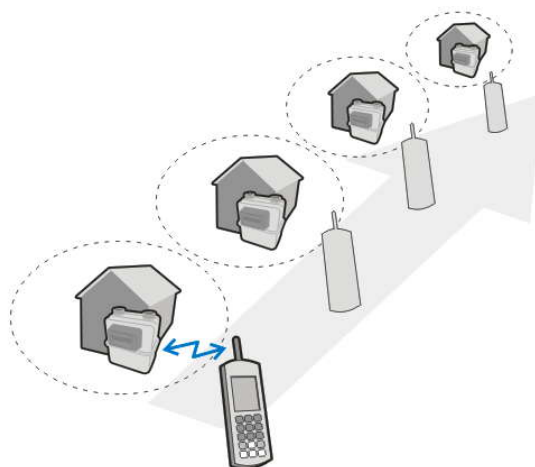

Рисунок 10 - Считывание показаний при помощи СПП-1
4. Совершите обход счетчиков зарегистрированных в программе “Учет энергоресурсов”. В процессе обхода располагайте считыватель в предполагаемой зоне действия радиоканала счетчика ОМЭГА ЭК G4 (Рисунок 10). Ориентировочно радиус действия радиоканала в условиях домов с капитальными стенами составляет 50 – 100 м. Радиус действия зависит от многих факторов, таких как толщина и материал стен зданий, угла поворота приёмных и